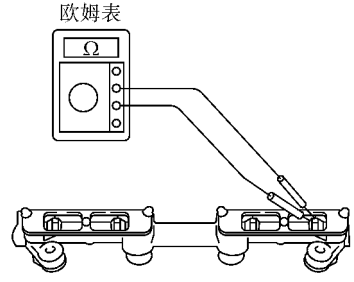

图 2-101 使用欧姆表测量两个端子电阻
(1) 测量喷油器的电阻。使用欧姆表测量两个端子的电阻，如图 2-101 所示。